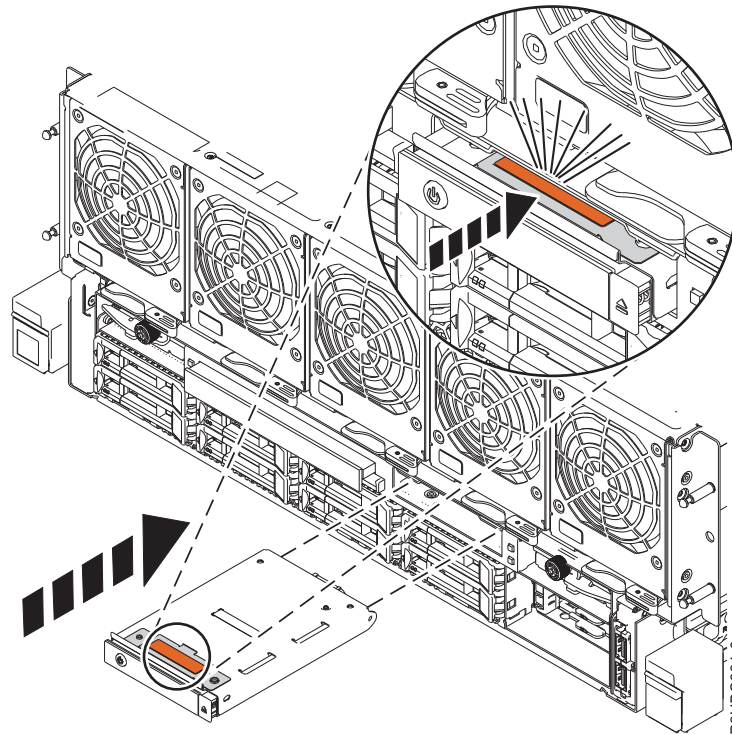

Abbildung 22. Steuerkonsole wiedereinbauen
- b. Schieben Sie die Steuerkonsole in den Steckplatz und drücken Sie auf die terrakottafarbene Lasche, damit die Steuerkonsole einrastet. Siehe Abb. 22.